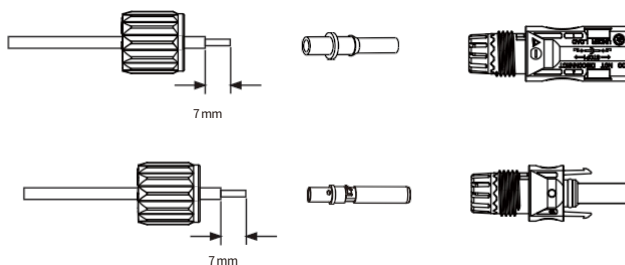

Fig. 5.3 Desmontar la tuerca de la tapa del conector
- a) Pele el cable de CC unos 7 mm y desmonte la tuerca de la tapa del conector (véase la imagen 5.3).